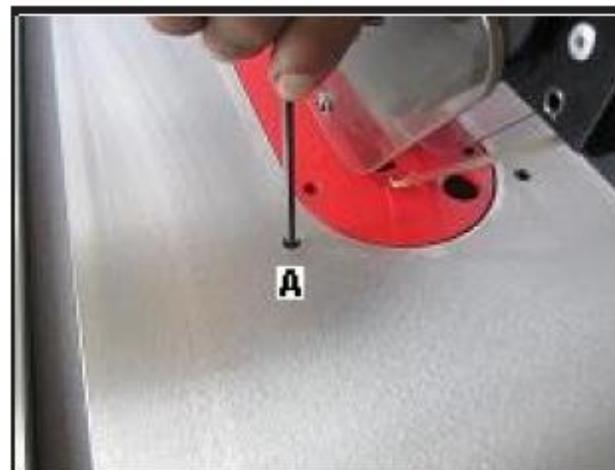

Рис. 27. Регулировка под 90° с помощью установочного винта
4. Если угол не соответствует, повернуть маховичок на один оборот по часовой стрелке. Ослабить установочный винт A, показанный на рис. 27, шестигранным ключом на 4 мм. Вращать маховичок до тех пор, пока дисковая пила не будет в положении под углом 90° к столу. Затянуть установочный винт A до упора.